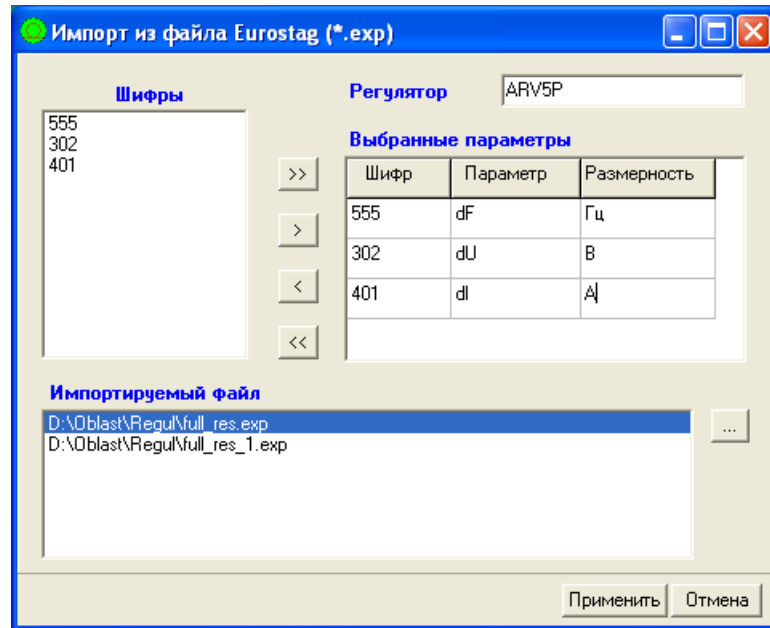

Рис.3.2.
3.4. После выбора команды *Eurostag* появляется окно импорта файла в формате Eurostag рис.3.2.